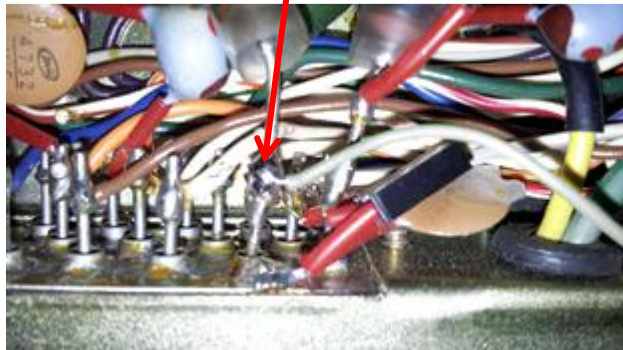

Figura 5
- Coloque el cable blanco, que se suelda a la nueva placa de visualización, hasta que al panel trasero y suéldelo a la conexión (+13,8 V) del racor atornillado para cables (véase Figura 5).